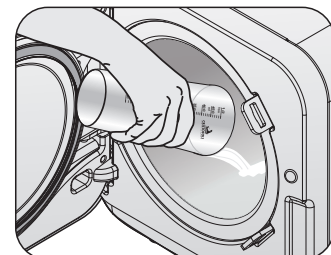

Fig.7
- b► Abra la puerta del autoclave, retire las bandejas y usando el vaso dosificador, coloque la cantidad correcta de **agua destilada** directamente en la cámara (recipiente de presión) **antes** de cada ciclo (fig 7) de acuerdo con la tabla de abajo: